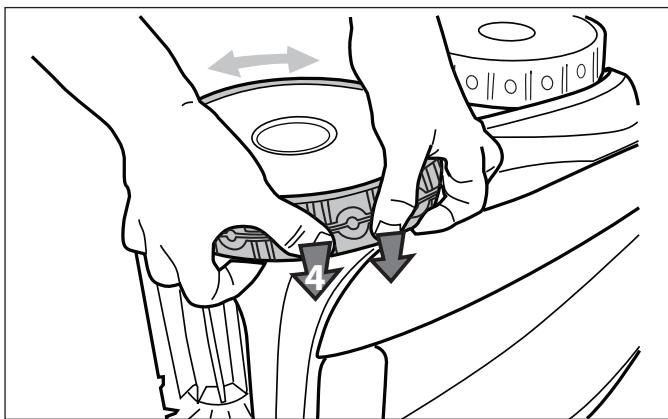

Figura 38. Coloque el neumático en posición en la rueda
6. Empuje y coloque la costilla del interior del neumático en el canal de la rueda (Figura 38). Si fuera necesario, gire la rueda lentamente para facilitar la instalación.